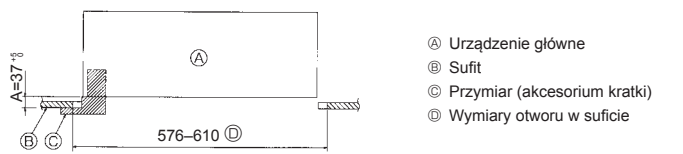

Fig. 4-6
3. Jeśli urządzenia głównego nie można dopasować do otworu montażowego w suficie, można je wyregulować dzięki szczelinie znajdującej się na płycie montażowej. (Fig. 4-6)